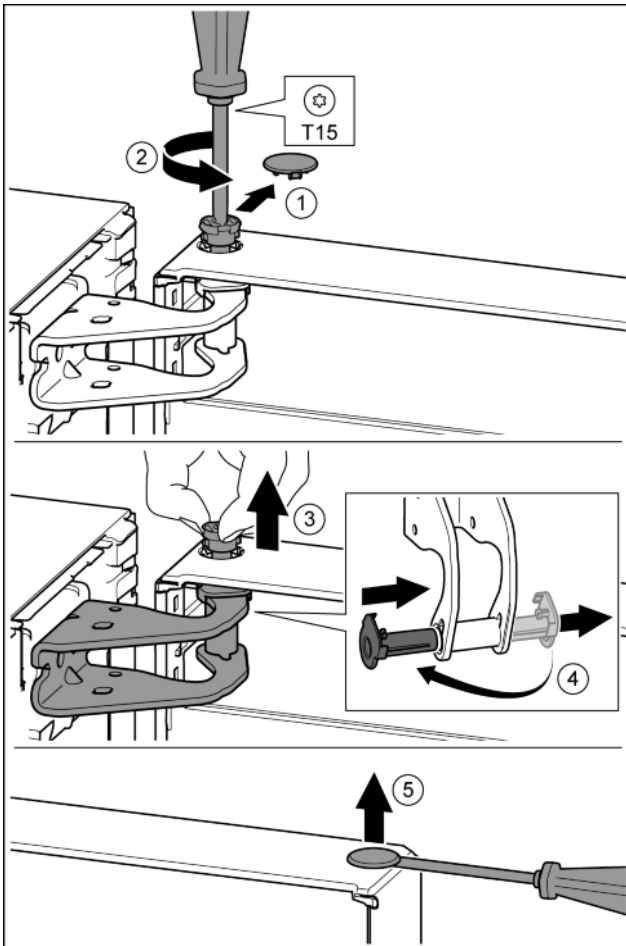

Fig. 8
- ▶ Осторожно снять предохранительную крышку. Fig. 8 (1)
- ▶ Немного выкрутить палец отверткой T15. Fig. 8 (2)
- ▶ Удерживать дверь и вытянуть палец рукой. Fig. 8 (3)
- ▶ Опорную втулку вывести из направляющей. Установить и зафиксировать с другой стороны. Fig. 8 (4)
- ▶ Осторожно приподнять шлицевой отверткой заглушку из опорной втулки двери и вынуть. Fig. 8 (5)